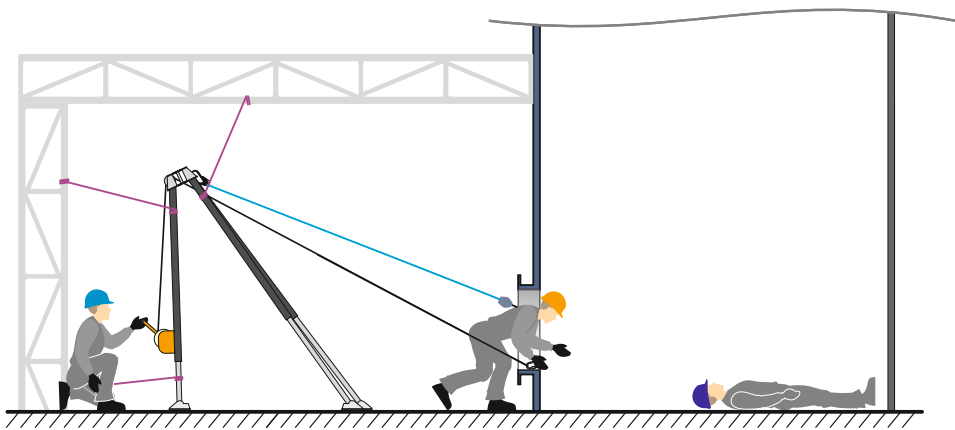

Рис. 13 Спасатель № 1 проникает в ОЗП через боковой люк.
9. Проверить запас воздуха, подготовить СИЗОД для спасателей и пострадавшего. Спасатель № 1 проникает в ОЗП через боковой люк (рис. 13). Добравшись до пострадавшего, в первую очередь надо надеть на него СИЗОД, после чего оказать первую медицинскую помощь и подготовить к эвакуации.